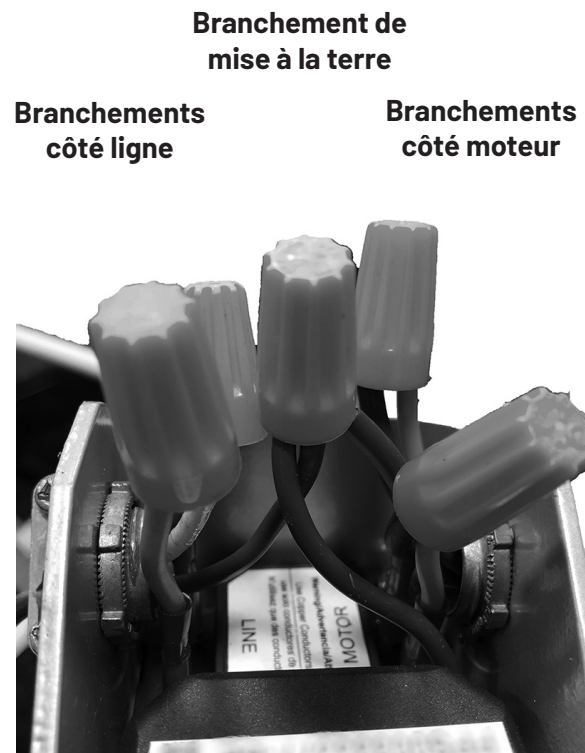

Figure 1 : Câblage de l'appareil
2. Connecter les fils de mise à la terre verts des câbles de la LIGNE et du MOTEUR au fil de mise à la terre vert de l'appareil avec un écrou de taille et de type spécifiés par les codes locaux ou nationaux approuvés. Voir la figure 1 et le tableau 1.
3. En utilisant les fils et les écrous inclus de taille et de type spécifiés par les codes locaux ou NEC nationaux approuvés, connecter les câbles d'alimentation aux bornes du commutateur marquées LIGNE. Voir la figure 1 et le tableau 1.
4. En utilisant les fils et les écrous inclus de taille et de type spécifiés par les codes locaux ou NEC nationaux approuvés, connecter les câbles du moteur aux bornes du commutateur marquées MOTEUR. Voir la figure 1 et le tableau 1.